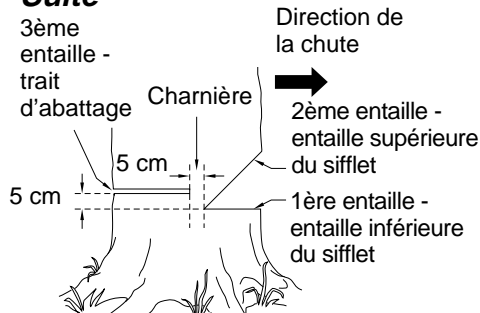

Figure 12 - Abattage d'un arbre
Un sifflet d'abattage correctement placé permet de déterminer la direction de la chute de l'arbre. Placer le sifflet d'abattage du côté de l'arbre où l'on veut qu'il tombe. (Voir la figure 12, page 11.) Procéder de la façon suivante pour faire le sifflet.
1. Faire l'entaille inférieure aussi près du sol que possible. Tenir la tronçonneuse de manière à ce que la lame-guide soit horizontale. Tailler sur 1/3 du diamètre du tronc d'arbre. (Voir la figure 12, page 11.) *Note:* Toujours commencer par faire cette entaille inférieure horizontale. Si l'on fait cette entaille en second, l'arbre risque de pincer la chaîne ou la lame-guide.
2. Entamer l'entaille supérieure au-dessus de la 1ère entaille, à une distance égale à la profondeur de cette dernière. *Exemple:* Si l'entaille inférieure a 20 cm (8 po) de profondeur, commencer l'entaille supérieure à 20 cm au-dessus de cette dernière. Scier vers le bas à un angle de 45°. L'entaille supérieure doit rencontrer l'extrémité de l'entaille inférieure. (Voir la figure 12, page 11.)
1. De l'autre côté de l'arbre, faire le trait d'abattage à 5 cm (2 po) au-dessus de l'entaille inférieure du sifflet. (Voir la figure 12, page 11.) Faire le trait parallèle à l'entaille inférieure.
⚠ AVERTISSEMENT: Ne pas scier l'arbre complètement. Laisser environ 5 cm (2 po) de bois non scié directement derrière le sifflet d'abattage. (Voir la figure 12, page 11.) Cette partie non sciée sert de charnière. La charnière empêche l'arbre de se tordre et de tomber dans la mauvaise direction.